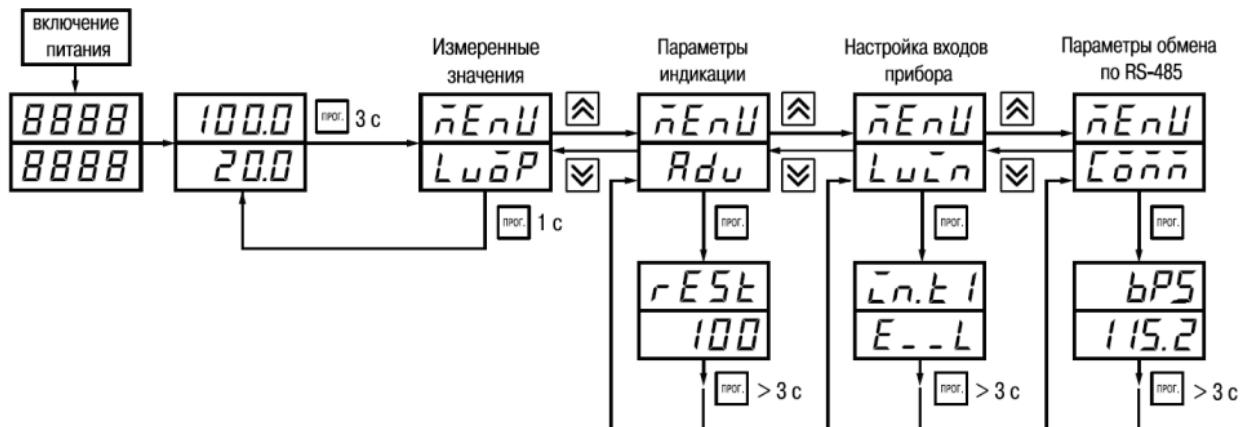

Рисунок 7.1
7.1.2 Основные параметры прибора объединены в 4 группы *Ло δ Р*, *Rdu*, *Лу \bar{c} п* и *Ло \bar{c} п*, составляющие меню прибора (рисунок 7.1). Полный список программируемых параметров приведен в Приложении Б.